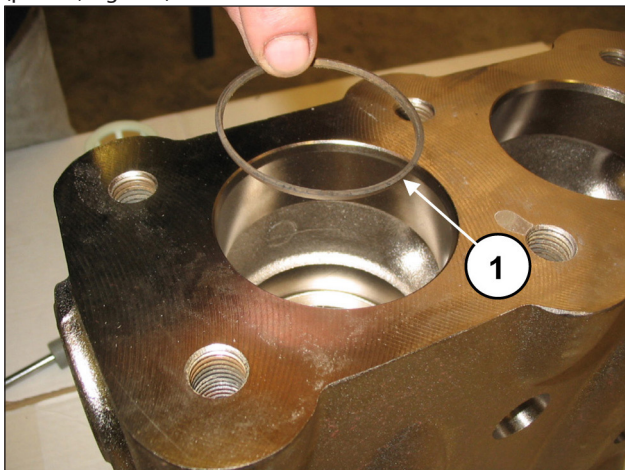

Fig. 111
Introducir la anilla anti extrusión, pos. dibujo desglosado 5 (pos. ①, Fig. 111).